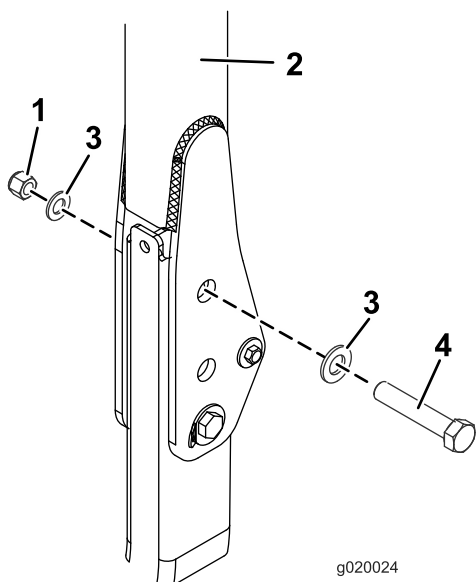

Figure 27
3. Placez une rondelle (13/16" x 1 1/2") sur chaque boulon (3/4" x 4"), comme montré à la Figure 27.
4. Placez les boulons et rondelles dans les trous occupés précédemment par les axes (Figure 27).
5. Placez une autre rondelle sur chaque boulon et fixez le tout avec un écrou (3/4"), comme montré à la Figure 27. Serrez les écrous à un couple de 323 à 396 N·m.
6. Serrez le boulon de pivot du système ROPS (Figure 27) à un couple de 91 à 113 N·m pour empêcher l'arceau de sécurité et le pare-soleil de rebondir.